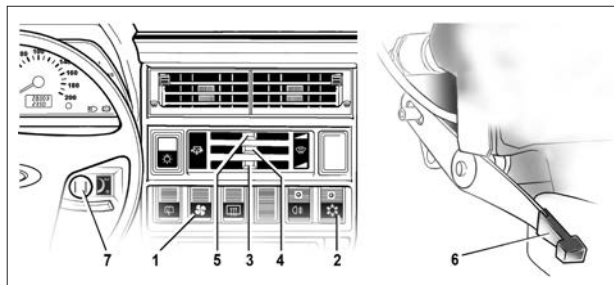
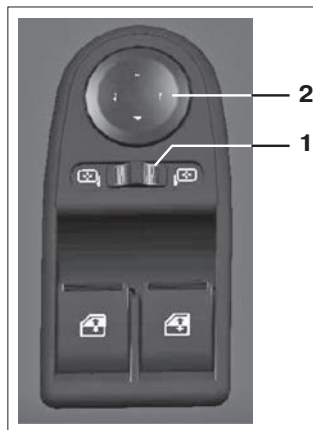
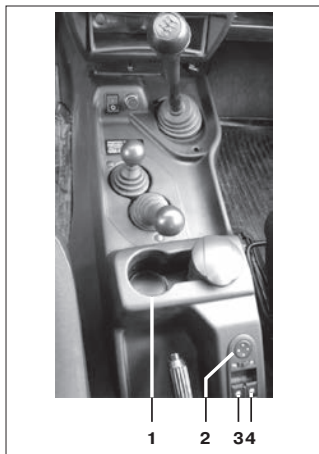

Рис. 26. Органы управления климатической установкой
Рис. 29
Рис. 30
- 2 – Выключатель кондиционера (с символом «A/C» или «*») расположен на центральной консоли (рис. 26) или на облицовке обивки кожуха пола (рис. 30).
Наружные зеркала оснащены электроприводом. Блок управления зеркалами располагается на облицовке накладки кожуха пола (рис. 30 позиция **2**). Выбор регулируемого зеркала осуществляется перемещением переключателя **1** (рис. 29) в фиксированные положения (правое/левое), соответствующие регулировке правого/левого зеркала.
На облицовке накладки тоннеля пола, расположенного между передними сиденьями (рис. 30), имеются места **1** для стаканов или пепельницы.
Для подъема и опускания стёкол дверей используются электростеклоподъемники. Подъемом или опусканием переднего плеча переключателей **3** или **4**, расположенных на облицовке накладки тоннеля пола (рис. 30), можно опустить или поднять стекло правой/левой двери на нужную величину. После прекращения нажатия клавиша автоматически устанавливается в среднем положении и